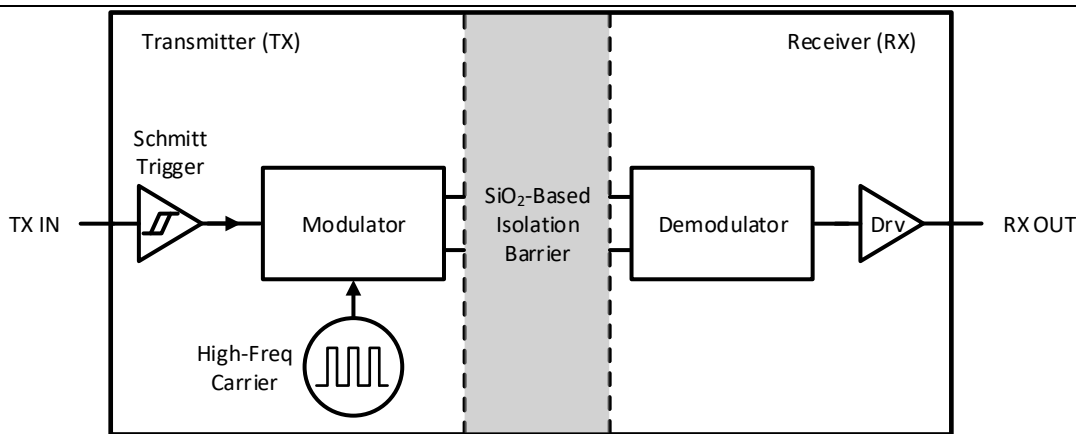
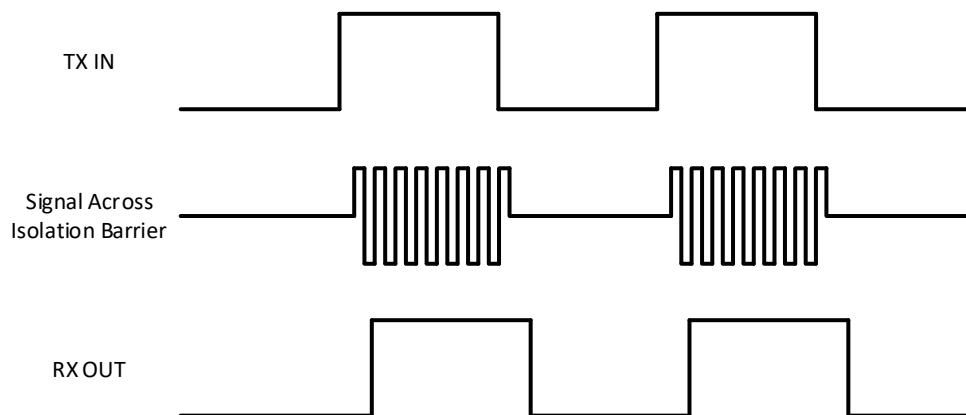

图 9-2 隔离通道的框图
图 9-3 OOK 调制方案的工作波形示意图
CA-IS1300x 器件使用简单的开关键控 (OOK) 调制方案在基于二氧化硅的隔离层之间传输信号。该隔离层支持高低压域之间高达 5 kV_{RMS} 的电气隔离。隔离通道的框图如图 9-2 所示。如图 9-3 所示，当数字位流为高电平时，发射机 (TX) 通过高频载波对其进行调制，当数字位流为低电平时则不调制。接收机 (RX) 解调通过隔离层的信号并将其准确地恢复成数字位流。隔离通道采用全差分电容耦合架构，对共模瞬态噪声不敏感，因此可以最大化 CMTI 性能。该结构和相关电路同时提供低辐射和高磁场抗扰度。